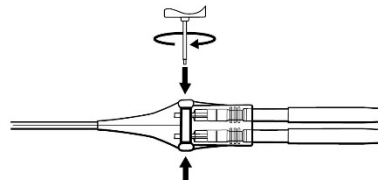

図 5
- b. グロメットからトルクレンチを挿入し、トルクレンチが空回りするまでセットスクリューを締める(図 5)。